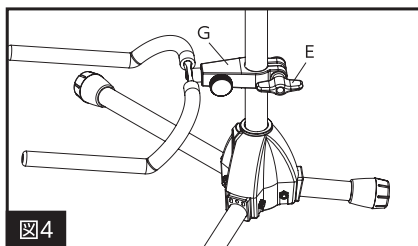

図4
- ・Tナット(E)を緩めると、下部ホルダーのブラケット(G)の高さを調整する事が出来、様々な形状のボディに対応します。(図4)